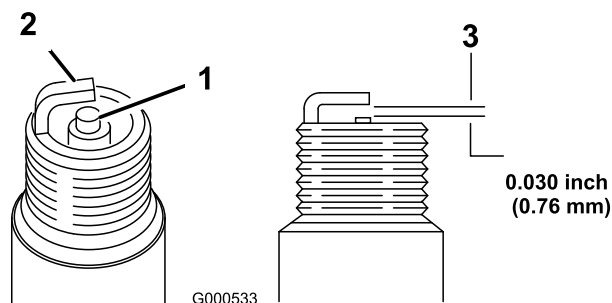

Figura 40
1. Mire la parte central de las bujías (Figura 40).
2. Compruebe la separación entre los electrodos central y lateral (Figura 40) y doble el electrodo lateral si la separación no es correcta.